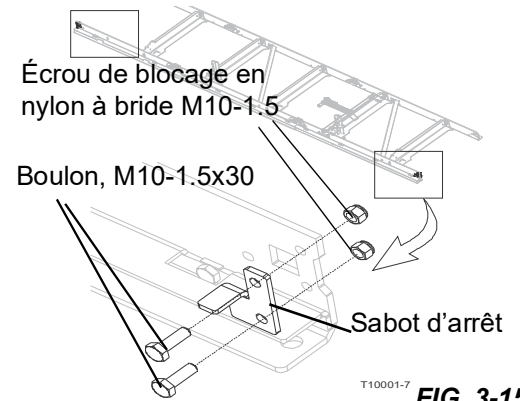

FIG. 3-15
2. Fixez les butées (X100-1275) sur la surface extérieure de la section de banc au niveau de la tête du banc à l'aide des boulons M10-1.5x30. Serrez les écrous. (Voir FIG. 3-15 .)